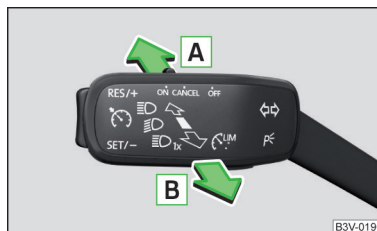

Fig. 72
- › Apăsați maneta în poziția amortizată **A** » fig. 72. Pe afișajul panoului de bord se aprinde lampa de control .